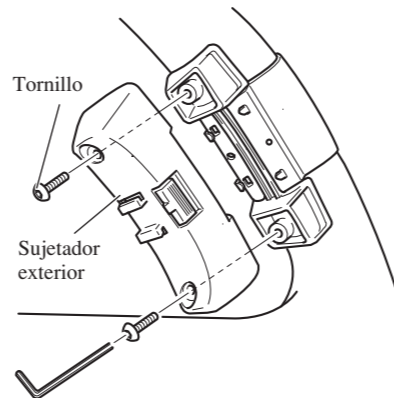

Fig. 17
3. Instale el sujetador exterior en el sujetador interior y asegure con los tornillos. (Fig. 17)